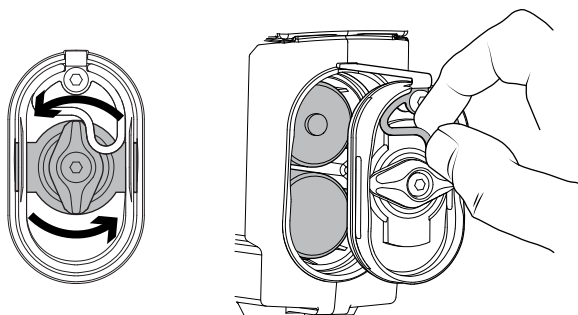

Figura 4: Abrir la tapa de las pilas
- c. Desbloquee la tapa del compartimento de las pilas girando un cuarto de vuelta la palanca de bloqueo de la batería en sentido contrario a las manecillas del reloj. Una vez desbloqueado, retire la tapa del compartimento de las pilas (la tapa se quedará adherida por un anclaje como lo muestra la Figura 4).